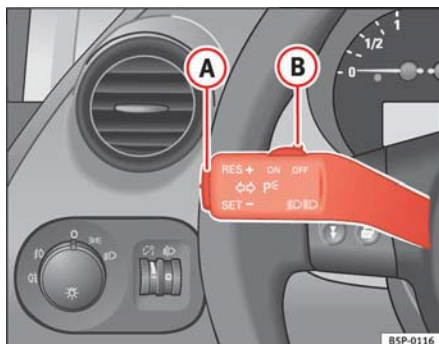

Fig. 132 Palanca de intermitentes y de luz de carretera: mando y tecla basculante para el regulador de velocidad
– Presione la parte superior de la tecla basculante **RES** ⇒ **fig. 132 (A)** para aumentar la velocidad. El vehículo acelerará mientras mantenga la tecla presionada. Al soltar la tecla quedará memorizada la nueva velocidad.
Si se reduce la velocidad programada pisando el pedal del freno, se desactiva el regulador de velocidad. Si quiere activar de nuevo el regulador, bastará con presionar una vez la parte superior de la tecla basculante **RES+** ⇒ **fig. 132 (A)**.